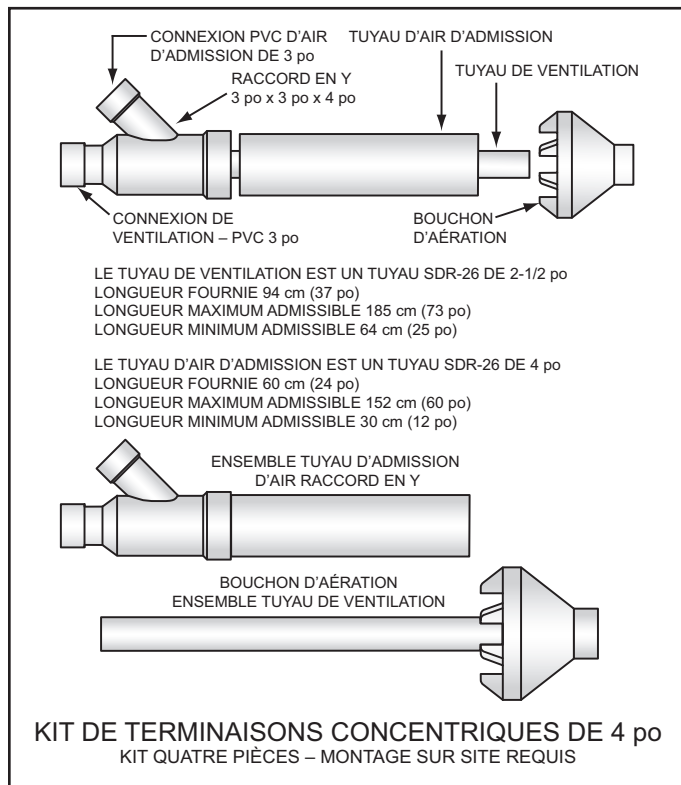
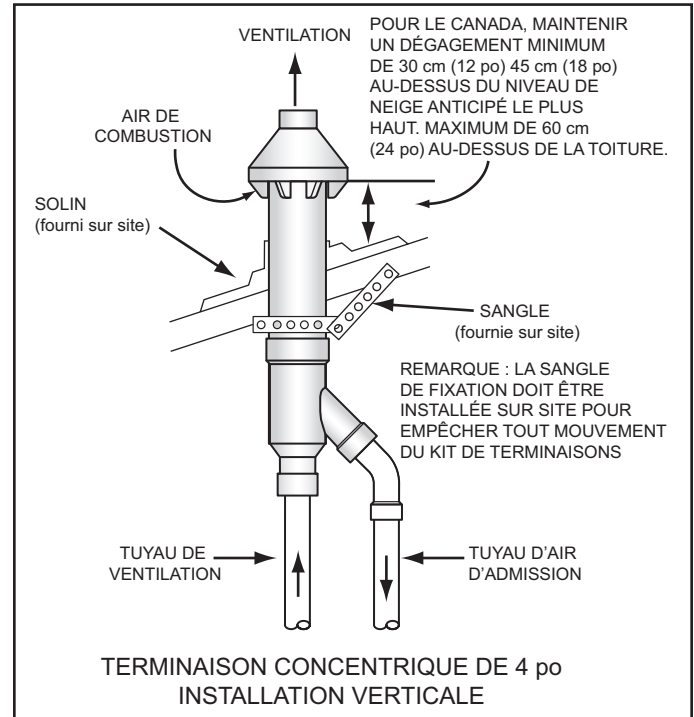
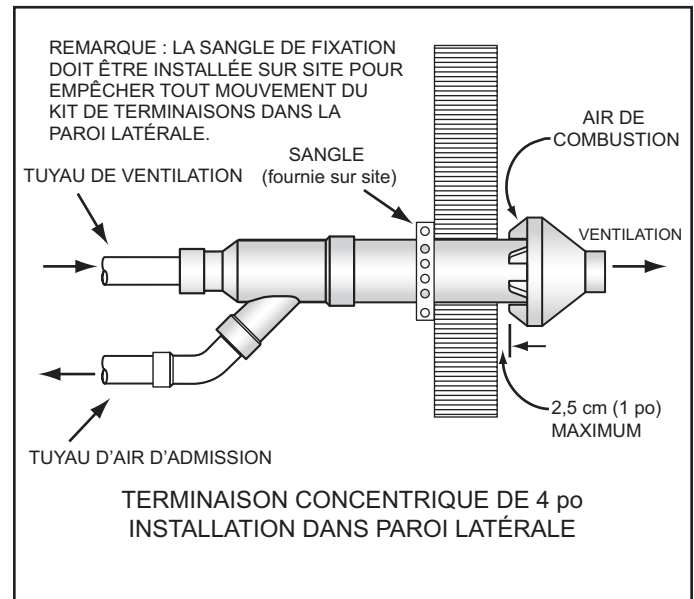

Figure 29
Figure 30
Figure 31
3. Lors de l'installation d'une terminaison concentrique verticalement à travers le toit, s'assurer que toutes les exigences de dégagement vertical extérieur pour la terminaison, illustrées à la Figure 30 à la page 31, sont maintenues. Ces dégagements et ceux cités par les codes locaux et nationaux doivent être maintenus.
Voir la Figure 29 à la page 31 pour les longueurs maximum et minimum admissibles pour la terminaison concentrique de 4 po.
Assembler et installer la terminaison concentrique de 4 po. Se reporter aux instructions des Figure 29, Figure 30 et Figure 31 :